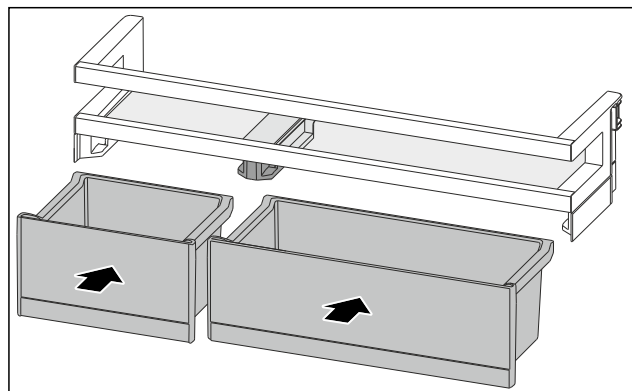

Fig. 186
- ▶ Umetnite kutije VarioBox izmijenjenim redoslijedom. (pogledajte Fig. 186)